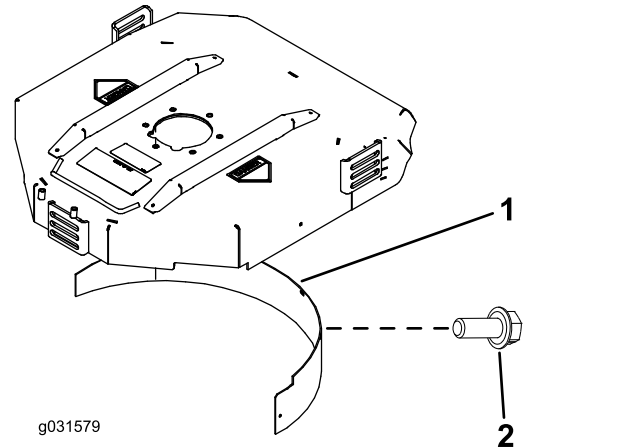

Figura 22
2. Instale o abafador de cobertura (mulch) na abertura traseira e fixe-o com 5 parafusos com cabeça flangeada (Figura 22).